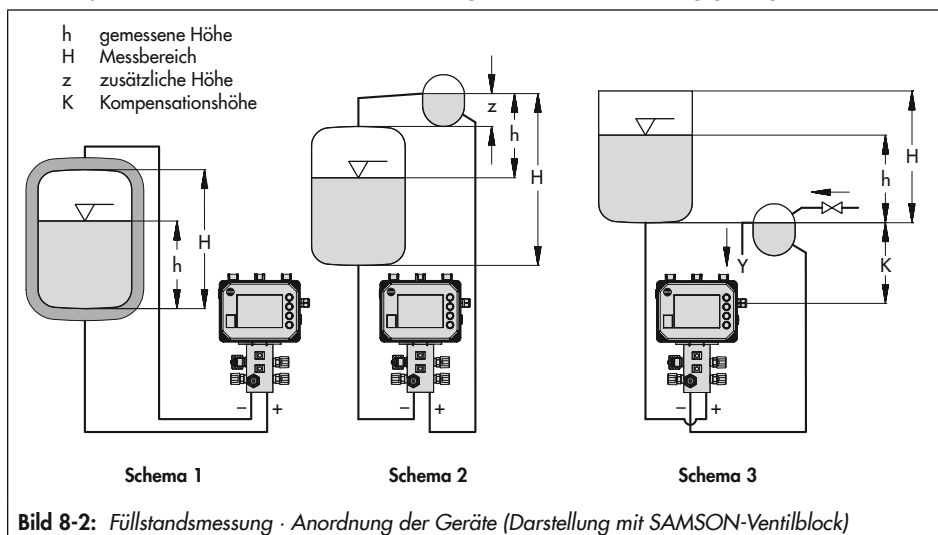

Bild 8-2: Füllstandsmessung · Anordnung der Geräte (Darstellung mit SAMSON-Ventilblock)
- Bild 8-2, Schema 1: Messung bei kryogenen Tankanlagen (verflüssigte Gase)
- Bild 8-2, Schema 2: Messung an Druckbehältern mit kondensierendem oder nicht kondensierendem Druckpolster. Die zusätzliche Höhe z fließt in die Messung mit ein: z so klein wie möglich halten.
- Bild 8-2, Schema 3: Messung an offenen Behältern bei tief liegendem Messgerät. Die Kompensationshöhe K kann nach bauseitiger Erfordernis beliebig groß gewählt werden.